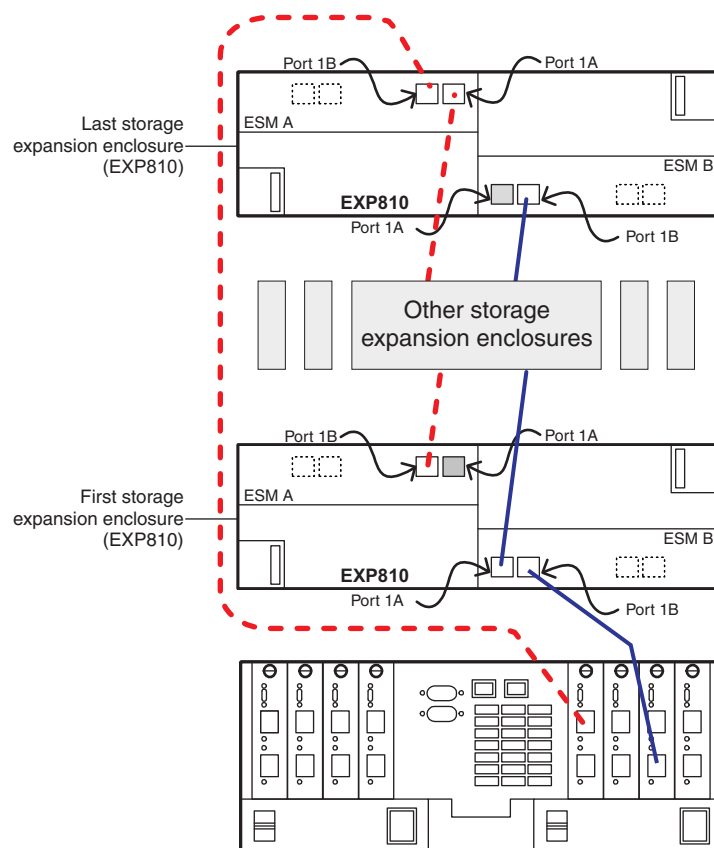
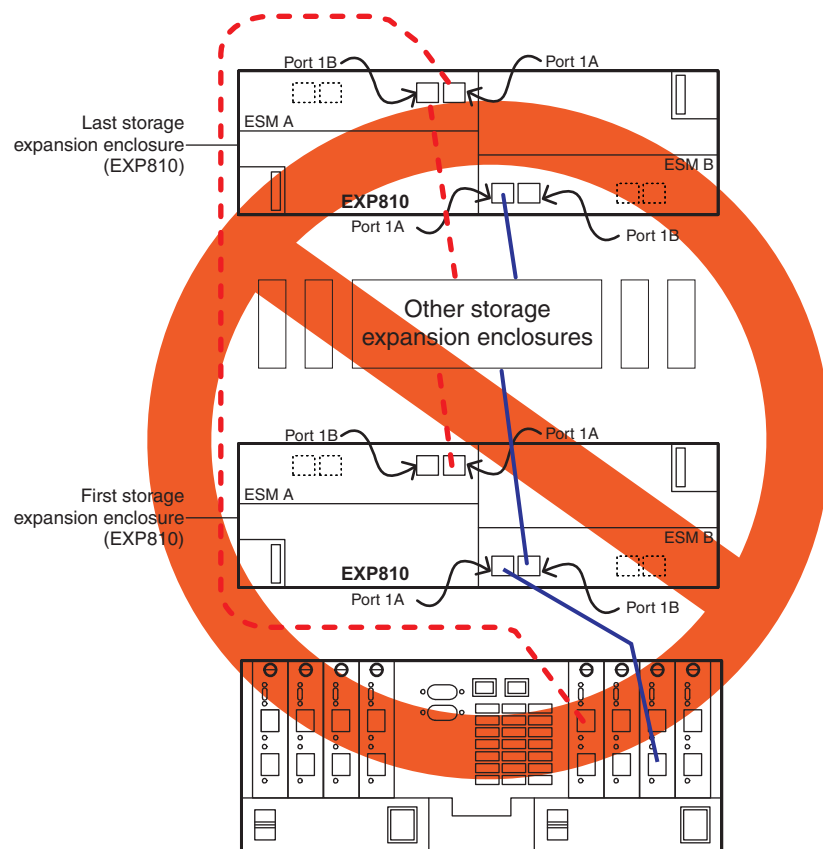

图 16. 到 EXP420/EXP520/EXP810/EXP5000 存储机柜端口 1B 的受支持连线方案
图 17. 到 EXP420/EXP520/EXP810/EXP5000 存储机柜端口的不受支持连线方案
- 存储子系统驱动器扩展端口必须始终连接到 EXP420/EXP520/EXP810/EXP5000 存储机柜端口 1B。第 50 页的图 16 是将 EXP420/EXP520/EXP810/EXP5000 存储机柜 1B 端口连接到存储子系统驱动器扩展端口的正确连线示例。第 51 页的图 17 是将存储子系统驱动器扩展端口连接到不正确的 EXP420/EXP520/EXP810/EXP5000 存储机柜端口（标注为 1A）的错误连线示例。